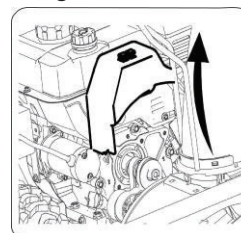

Figure 27
1. Снимите крышку в передней части двигателя, сняв два самореза. Fig 27.